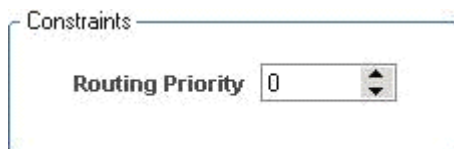

图6-15布线优先级设置
3. **Routing Priority（布线优先级别）** 选项区域设置该规则用于设置布线的优先次序，设置的范围从0~100，数值越大，优先级越高，如图6-15所示。